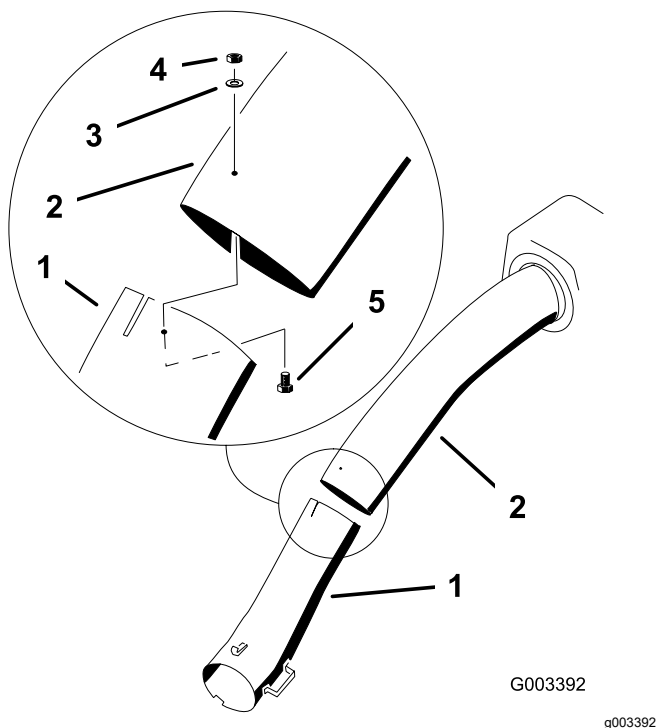

Figura 45
11. Una los tubos superior e inferior con pernos (N° 10 x 3/4"), arandelas planas, y contratuercas, como se muestra en la Figura 45.